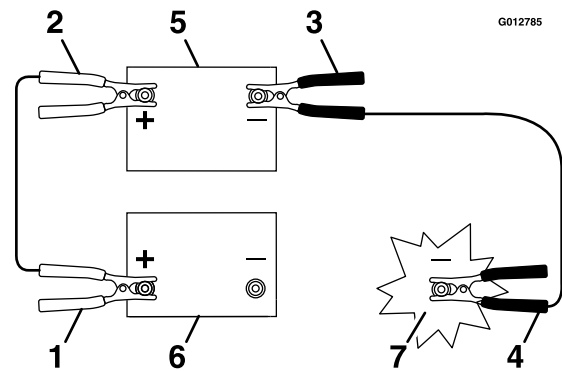

Figure 41
3. Connectez le câble positif (+) à la borne positive (+) de la batterie à plat qui est reliée au démarreur ou au solénoïde, comme montré à la Figure 41.